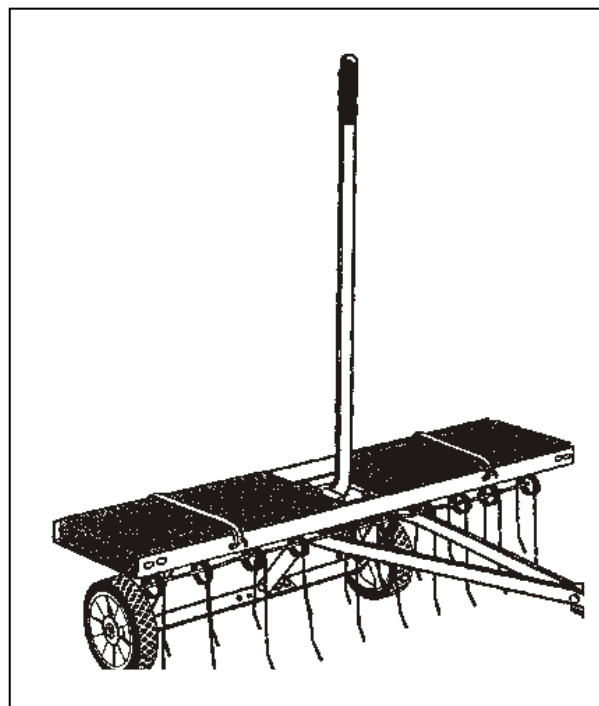

RYS. 10
1. Ustaw ciągnik na równej powierzchni, na przykład w garażu i podepnij urządzenie do usuwania mchu do jego zaczepu. Patrz rys. 10.
2. W celu dokonania regulacji osłony szpikulców, przy pomocy dźwigni opuść urządzenie do pozycji roboczej. Poluzuj dwie sześciokątne nakrętki i śruby zamkowe, łączące tylny koniec ramienia zaczepu ze wspornikami montażowymi ramienia zaczepu. Ustaw osłonę szpikulców w takiej pozycji, aby przednie i tylne szpikulce dotykały ziemi. Ponownie dokręć nakrętki sześciokątne. Patrz rys. 10.